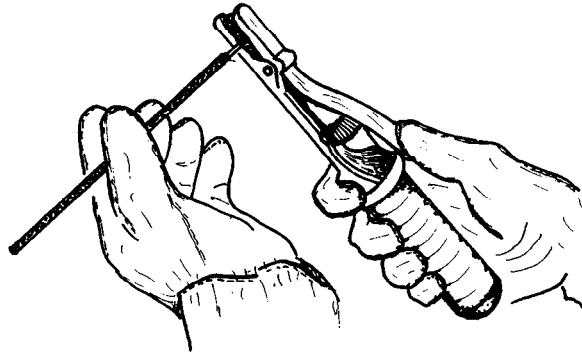

Figura 2.49
- b) Asegure el electrodo por la parte desnuda del mismo dentro de la mandíbula del porta-electrodo (Figura 2.49).